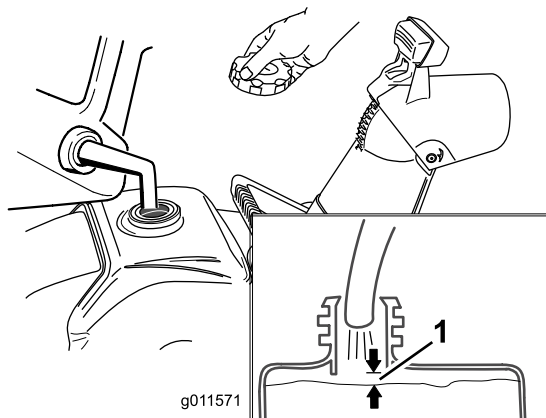

Figure 14
Faites le plein avec de l'essence sans plomb ordinaire fraîche d'une marque réputée ayant un indice d'octane égal ou proche de 87 (Figure 14).
1. Ne remplissez par le réservoir de carburant excessivement (voir Figure 14) et vissez solidement le bouchon du réservoir.